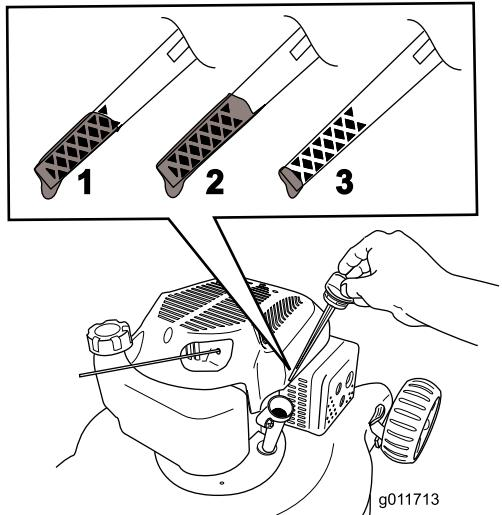

Рисунок 4
2. Извлеките масломерный щуп (Рисунок 4).
3. **Медленно** налейте масло в маслозаливное отверстие, подождите несколько минут, после чего проверьте уровень масла масломерным щупом. Для этого вытрите щуп до чиста и вставьте его в маслозаливное отверстие, **не ввинчивая** при этом крышку в маслозаливное отверстие (Рисунок 4).
покажет, что достигнут нужный уровень масла в двигателе, как показано на Рисунок 4. В случае перелива слейте некоторое количество масла из двигателя, как описано в разделе «Замена моторного масла».